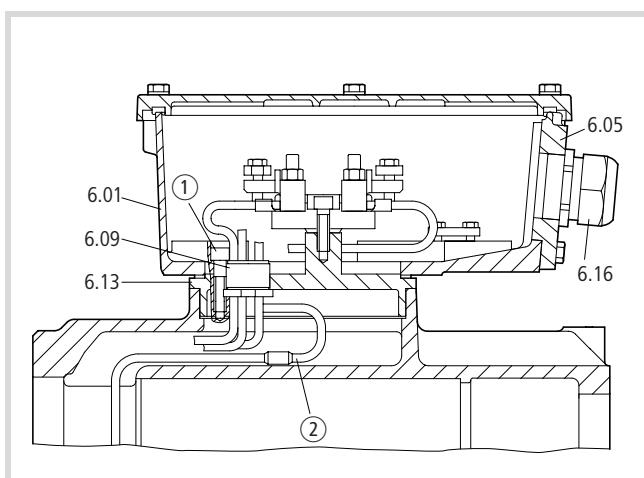

Abbildung 14: Klemmenkasten von der Durchführungsplatte nehmen
- Lösen Sie die Befestigungsschrauben ① (→ Abb. 14).
Zum Abklemmen der Statorwicklung bei Motoren mit vergossenen Aderdurchführungen gehen Sie wie folgt vor (→ Abb. 14):